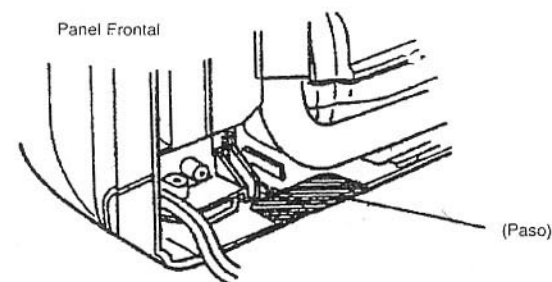

FIGURA 15
- Realice el precorte de la parte inferior de la máquina (Figura 15).